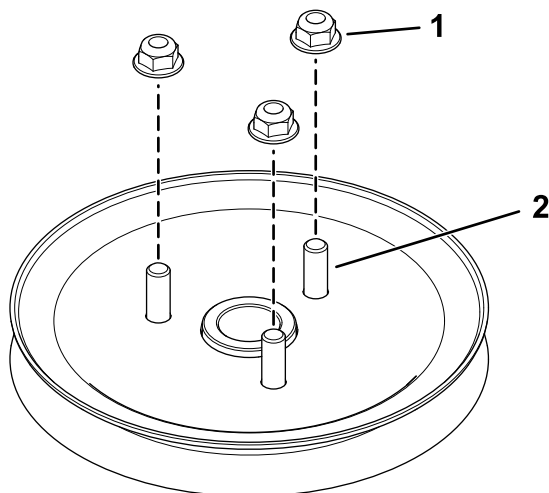

Figure 9
3. Serrez légèrement les 3 écrous sur les goujons (Figure 9).